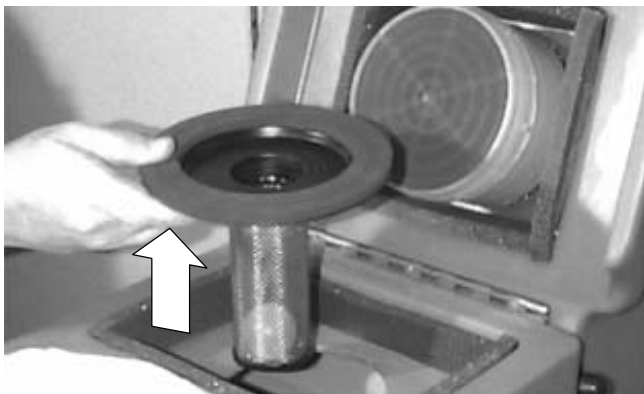

FIG. 15
3. Après chaque utilisation, nettoyez le flotteur sphérique à l'intérieur du réservoir. Soulevez le dispositif de filtre à flotteur hors du réservoir (Figure 15). Veillez à replacer fermement le filtre.